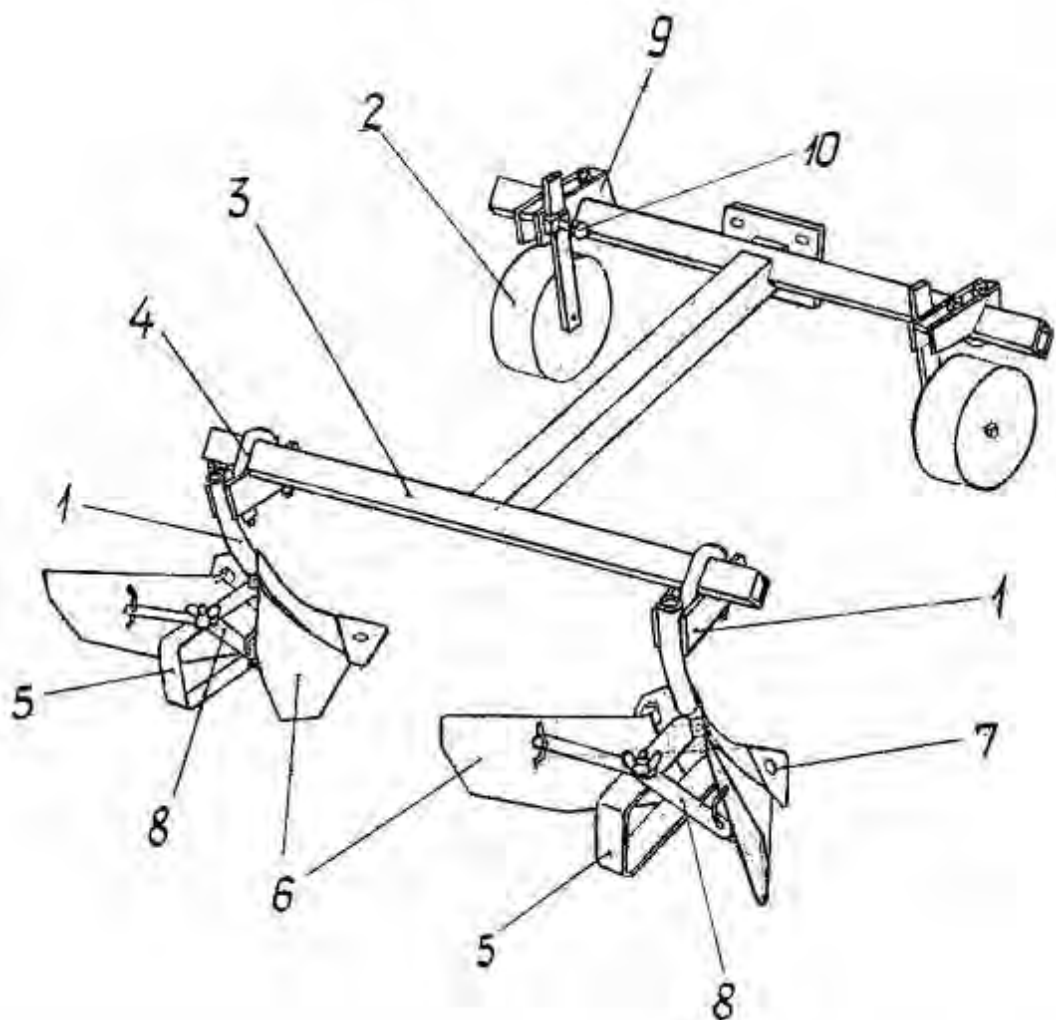

Рисунок 1 – Окучник ОУ-00.000
5.1 Для подготовке к работе окучника (рисунок 1) отпустите гайки хомутов 4, расставьте корпуса окучника и колеса на необходимую ширину междурядий, затяните гайки хомутов.
При первичной обработке междурядий пропашных культур отвалы 6 окучника (рисунок 1) максимально сузьте или снимите с корпусов, используя окучник как культиватор.